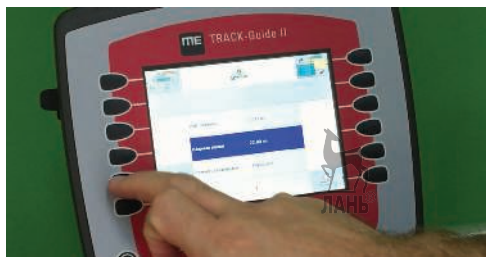

Рисунок 5.5 – Настройка навигации
3. Перейти к настройке навигации (рисунок 5.5).